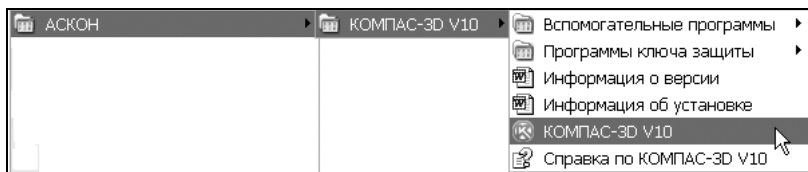

Рис. 2.1. Последовательность вызова команды для запуска системы КОМПАС-3D
2. В раскрывшемся главном меню Windows установите курсор на меню **Все программы**. Задержите курсор на секунду, после чего автоматически откроется каскадное меню (рис. 2.1).